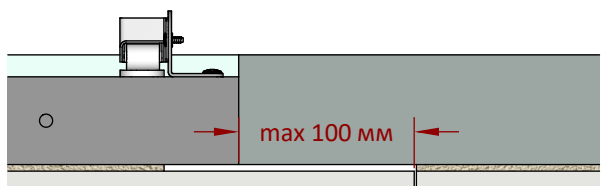

Рис. 22 (вид сверху)
6. Учитывайте, что плитку на створке люка можно выпускать внахлест на стену только со стороны замка *тах* на 100мм (Рис.22). *Случай 1,3,5,6.* Сверху, снизу, со стороны петель выпускать плитку нельзя!
3. Плитку на створке люка можно выпускать внахлест на стену со стороны замка, но не более чем на 100 мм (Рис.22).